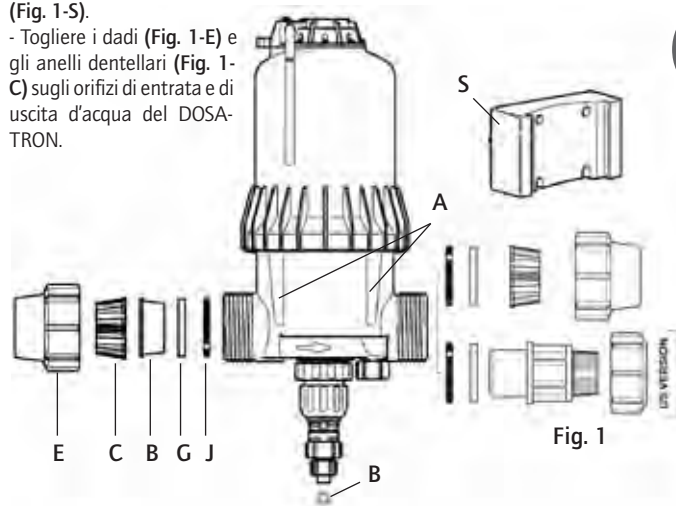

Fig. 1
- Inserire il dosatore nel supporto spostando leggermente i bracci del supporto per incastrare i 4 naselli del corpo principale (Fig. 1-A) negli orifici corrispondenti del supporto (Fig. 1-S).
- Togliere i dadi (Fig. 1-E) e gli anelli dentellari (Fig. 1-C) sugli orifici di entrata e di uscita d'acqua del DOSATRON.